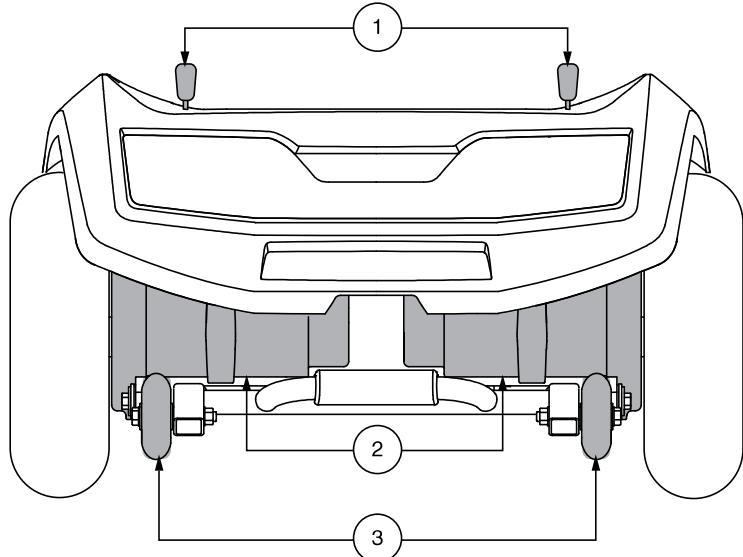
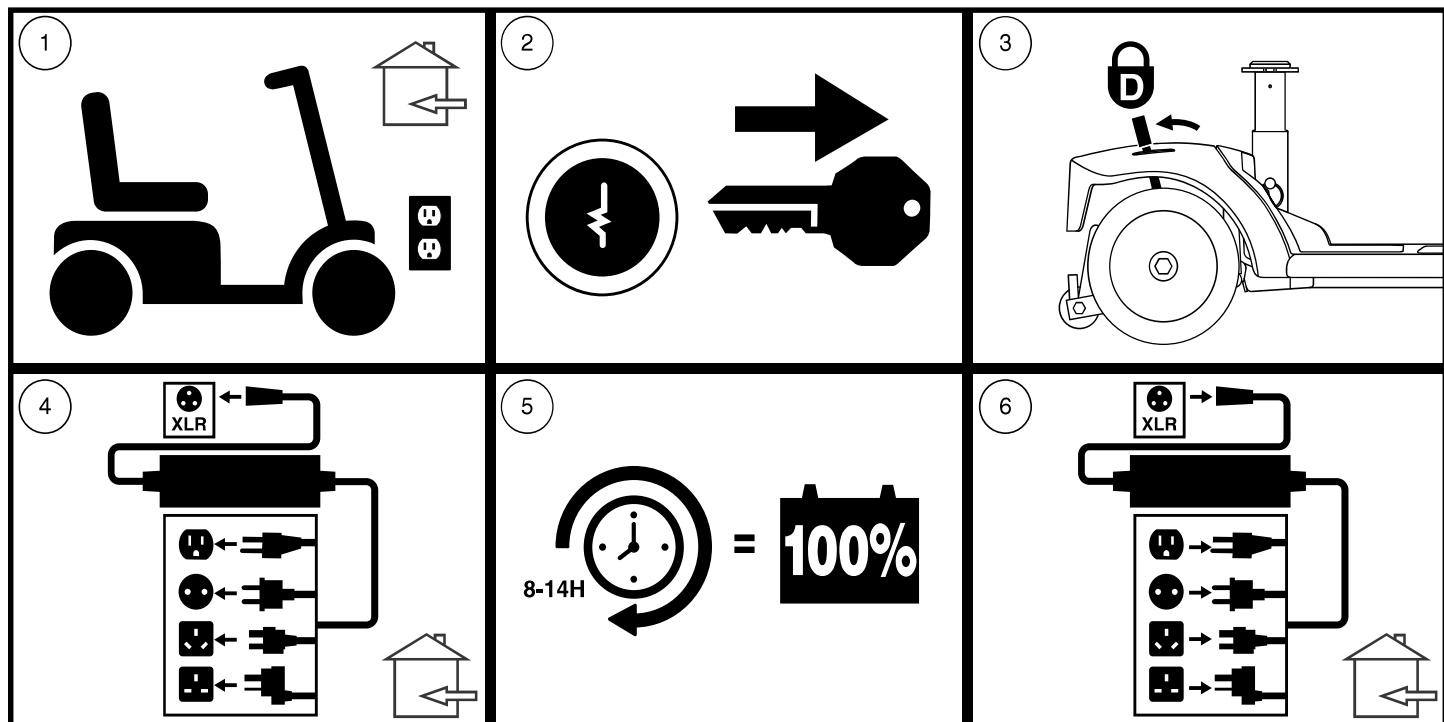

Abb. 7. Hinterseite des Fahrgestells - 710ZT
Abb. 12. Vorgehensweise zum Aufladen der Batterien
Der Elektromobil hat einen manuellen Freilaufhebel für jeden Motor. Diese Hebel ermöglichen Ihnen, die Antriebsmotoren zu entkoppeln und das Elektromobil manuell zu manövrieren. Diese Betriebsweise wird Freilaufmodus genannt. Siehe Abb. 7.
1. Sie suchen die Hebel an der Hinteren Seite des Fahrgestells. Siehe Abb. 7.
HINWEIS: Beim Modell 710ZT arbeiten die manuellen Freilaufhebel in die entgegengesetzte Richtung (siehe Abb. 7). Daher müssen die Hebel für Schritt 3 von Fig. 12 nach vorne gedrückt werden, um den Antriebsmodus zu aktivieren.